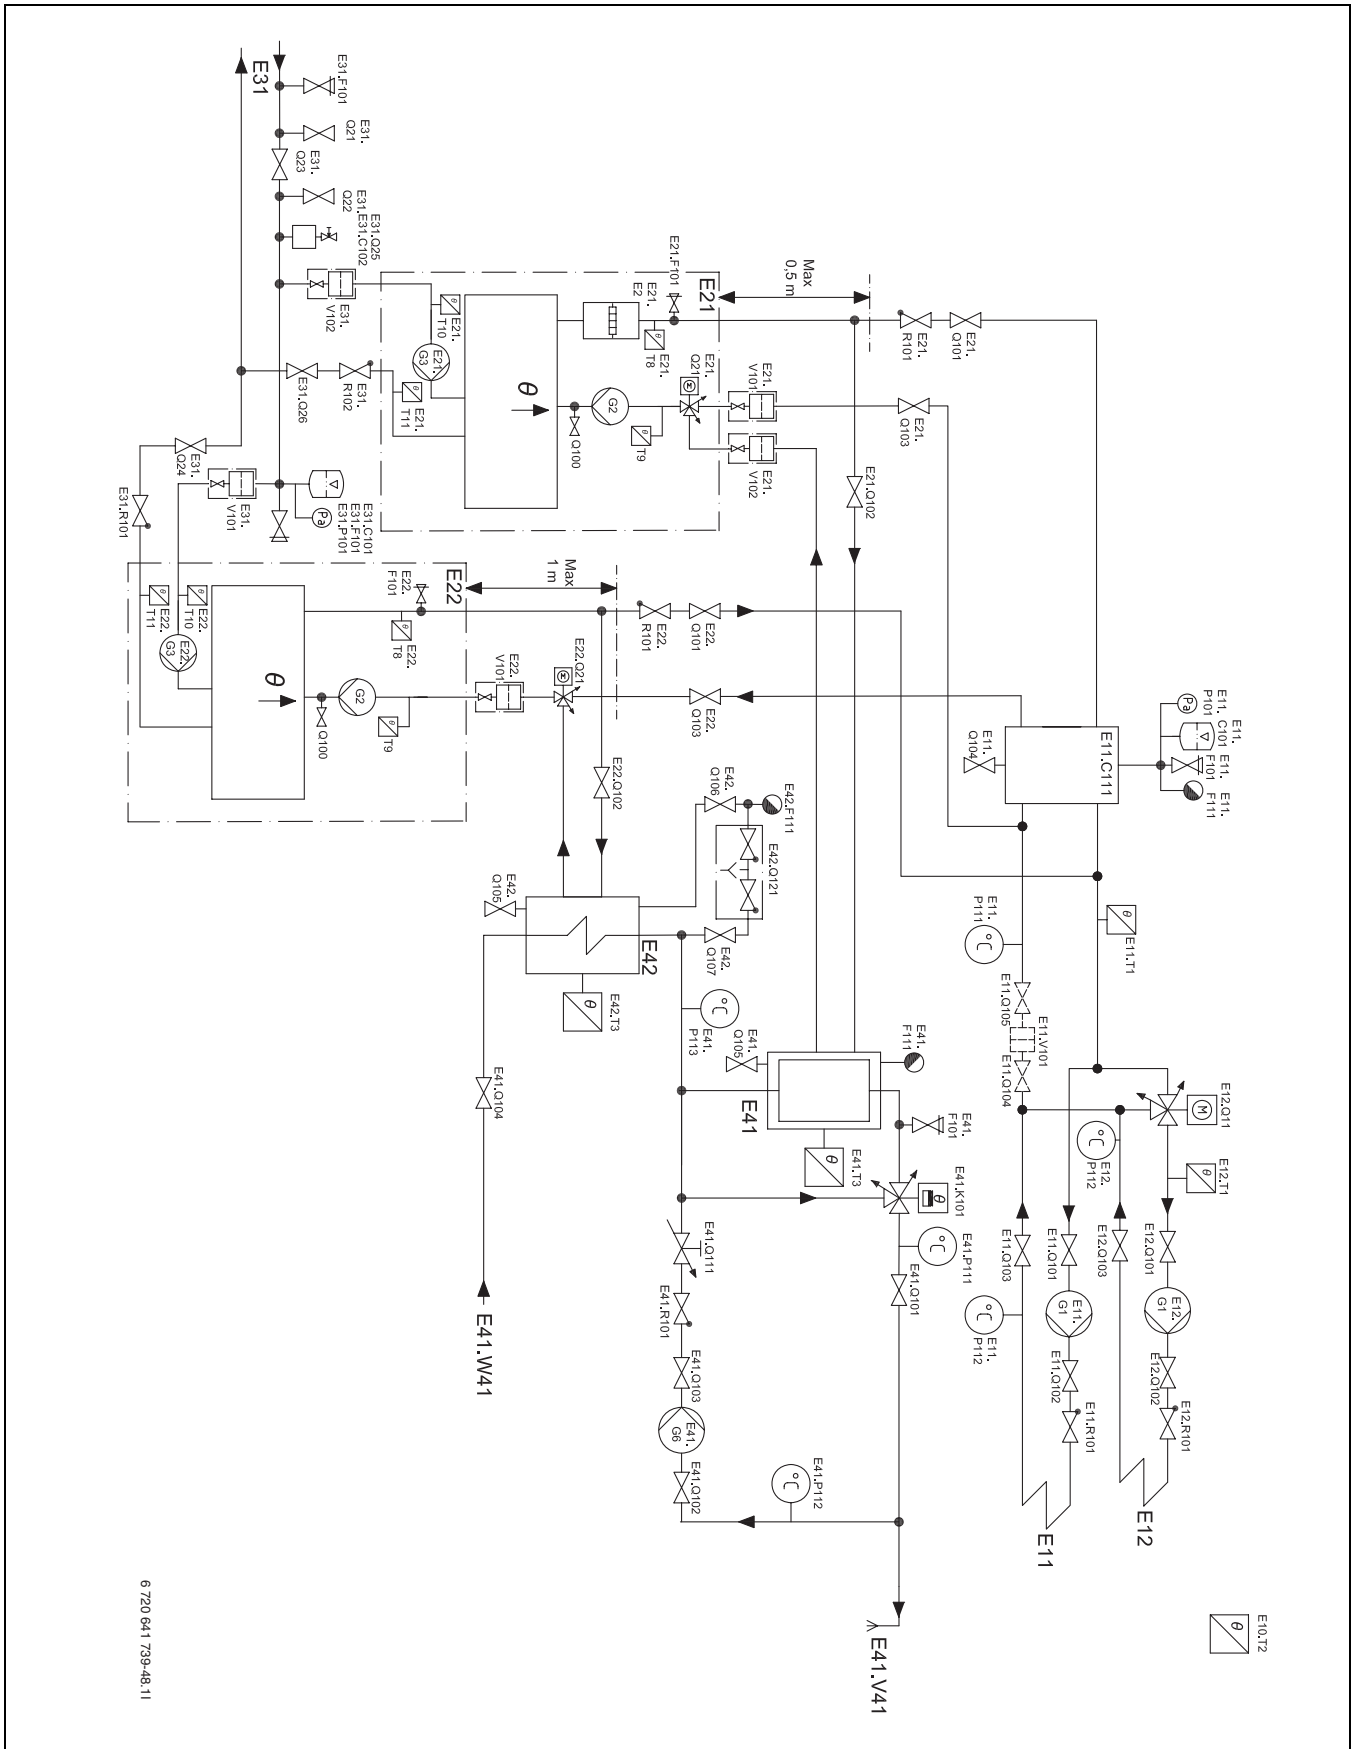

Bild 12 Värmebatter med kaskadlösning (2 värmepumpar), elbypass och arbetstank (→ Kapitel 8.4.1)
8.4.1 System med kaskadkoppling (→ Bild 12)